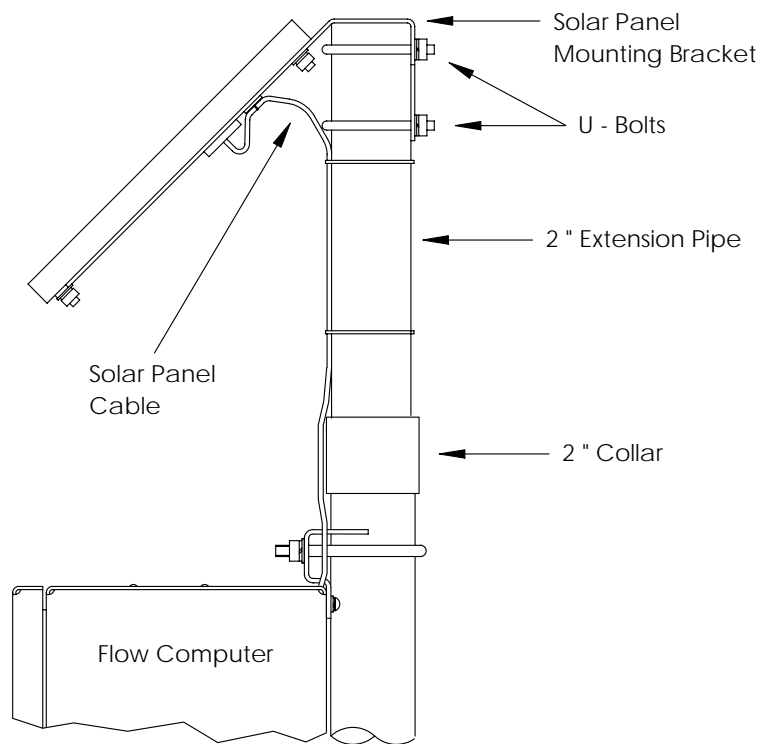

Рис. 4 (Установка солнечного элемента питания)
1. Прикрепите трубную муфту диаметром 50,8 мм к верхнему концу установочной трубы устройства XFC или XRC. Плотно затяните соединение. (См. рис. 4).